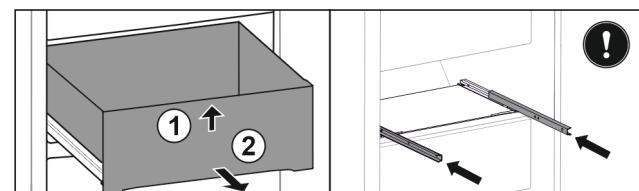

Fig. 132
- Nadvihnite zásuvku vpred. Fig. 132 (1)
- Odoberte zásuvku dopredu. Fig. 132 (2)